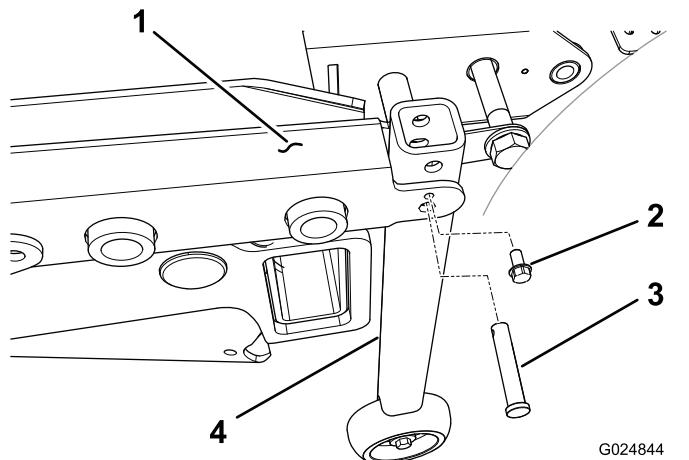

図 47
- シリアル番号が 312999999 よりも若いマシンでは、デッキフレームの後コーナーそれぞれに垂直チューブサポートアセンブリを取り付けるクレビスピンとタッピングねじ  $\frac{1}{4}$ " を使用する 図 47。